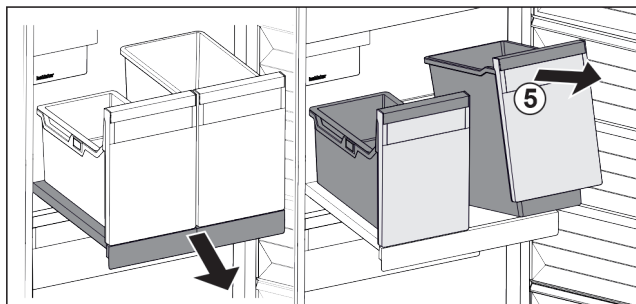

Fig. 18
- ▶ Nádobu Fig. 18 (5) vpředu nadzvedněte.